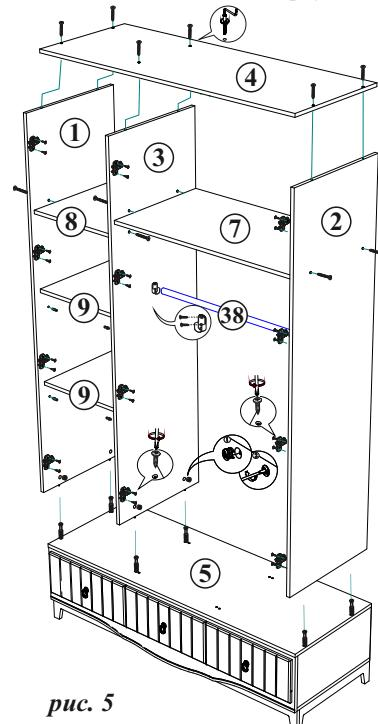

рис. 5
11. На Боковины 1 и 2 и Перегородку 3 приверните шурупами 4x16 ответные части петель, вставьте полкодержатели и приверните штангодержатели по наметкам на Боку 2 и перегородке 3 *рис.5*.